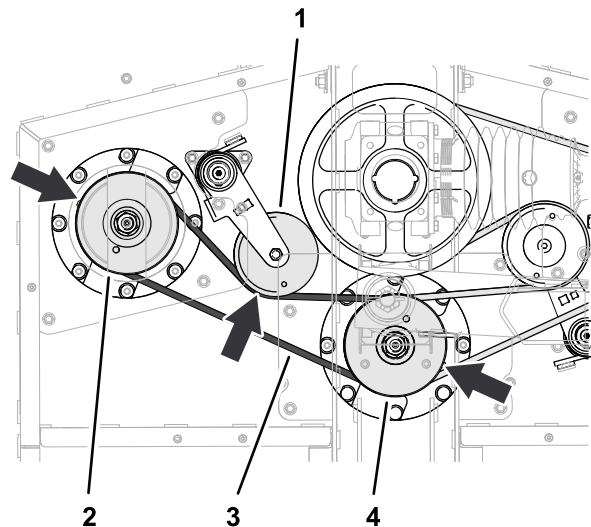

Bild 67
1. Führen Sie den kurzen Riemen um die Riemenscheibe der linken Spindel und die untere Nut der Riemenscheibe der mittleren Spindel (**Bild 67**).
Uhrzeigersinn und ziehen Sie den Riemen auf die Spansscheibe auf (Bild 67).